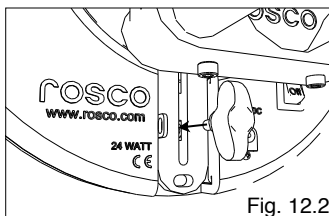

Fig. 12.2
2. Placer le LitePad Loop directement en contact avec le Support en L et visser la Vis de Sécurité à Oreilles fournie sur le trou central du Support Magnétique du LitePad Loop Figure 12.2